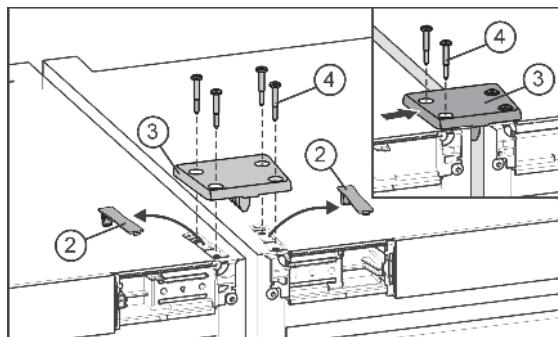

Fig. 5
- Выдвиньте из зацепления и снимите крышки Fig. 5 (2).
- Установите соединительную пластину Fig. 5 (3) и закрепите ее на одном устройстве с помощью двух винтов Fig. 5 (4).